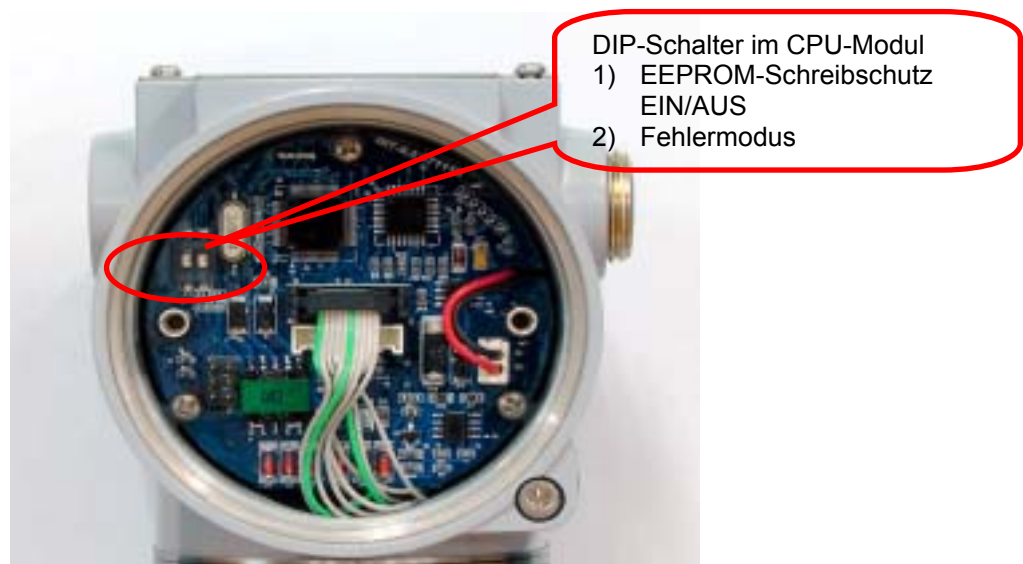

Abbildung 5-3: Fehlermodus- und EEPROM-WRITE DIP-Schalter im CPU-Modul
Zur Speicherung unterschiedlicher Konfigurationsvariablen im PAS im Falle eines Stromausfalls ist ein EEPROM (Electrically Erasable Programmable ROM = elektrisch löschbarer und programmierbarer Nur-Lese-Speicher) vorgesehen. Zum Verriegeln der Gerätekonfiguration und zum Schutz gegen gespeicherte Datenänderungen kann man ein HART®-Handterminal oder ein externes HART®-PC einsetzen und damit eine im Statusmenü befindlicher Einstellung zur Aktivierung solcher Verriegelung vornehmen. Optional steht hardwareseitig zum Schreibschutz im CPU-Modul ein DIP-Schalter (1) (neben DIP-Schalter „2“ zur Einstellung Fehlermodus) zur Verfügung. Wird der DIP-Schalter in Position „UP“ (oben) eingestellt, kann der Benutzer keine Konfigurationsänderung der bereits in EEPROM gespeicherten Daten anhand Drucktasten und/oder HART®-Handterminal vornehmen. Wird der DIP-Schalter (1) in Position „DOWN“ (unten) eingestellt, kann der Benutzer Änderungen der bereits in EEPROM gespeicherten Daten vornehmen. Die Werkseinstellung vor Auslieferung ist auf "EN" (Konfigurationsänderung „aktiviert“) gesetzt. (Siehe Abbildung 5-3.)
Hinweis: DIP-Schalter (1) links in Abbildung 5-3 ist für die Auswahl WRITE aktiviert/ deaktiviert. DIP-Schalter (2) rechts in Abbildung 5-3 ist für Fehlermodus